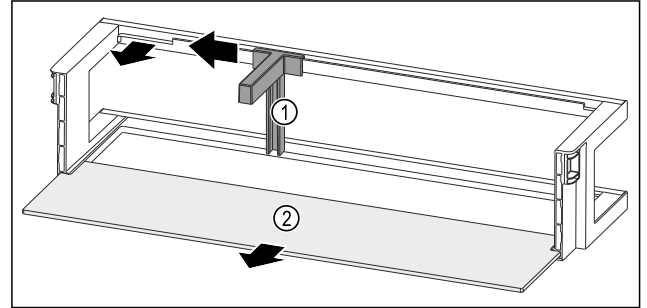

Fig. 223 Türabsteller mit Flaschenhalter und Abstellfläche
- ▶ Flaschenhalter Fig. 223 (1) bis zur Aussparung zur Seite schieben.
- ▶ Flaschenhalter Fig. 223 (1) entnehmen.
- ▶ Abstellfläche Fig. 223 (2) entnehmen.